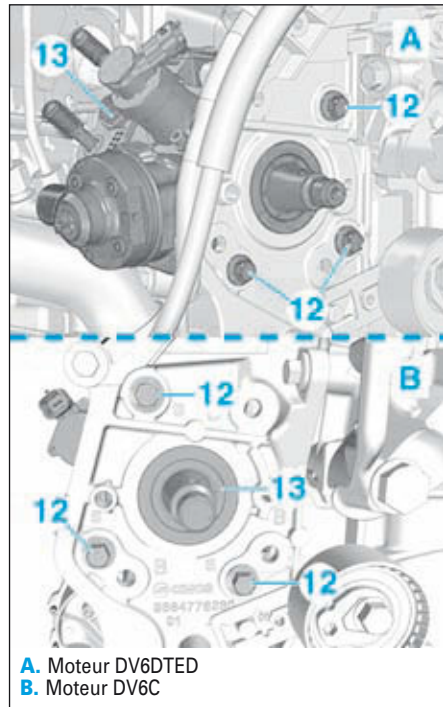

FIG.41
• Déposer les vis (12) et la pompe haute pression (13) (Fig.41).